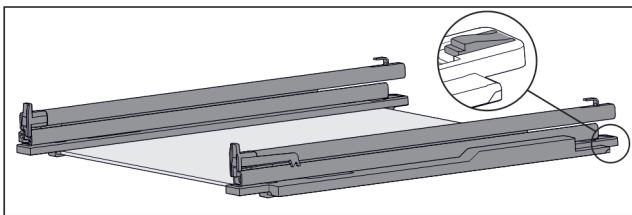

Fig. 116 Glasplatte mit Schienen und Halteteilen
- ▶ Halteteil hinten herunterdrücken (siehe Fig. 116) und gleichzeitig Schiene nach hinten schieben.